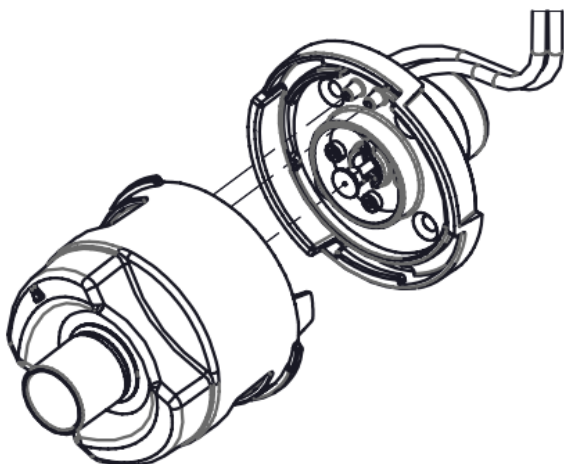

Fig. 3-18 Correcta alineación en el montaje del cuerpo de la válvula.
- Introducir el conjunto en el módulo de soporte con la flecha girada 45° en sentido antihorario, de manera que el par de conectores presentes en el soporte coincidan con las mangueras del cuerpo de la válvula (Fig. 3-18).